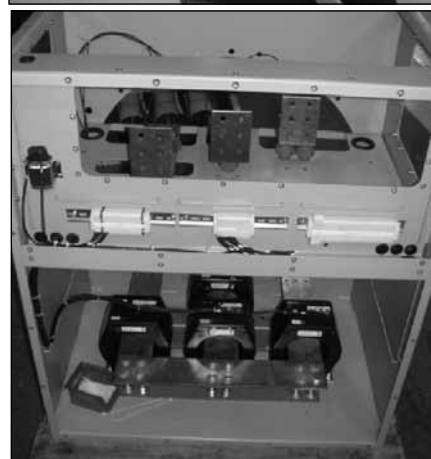

Figure 6-14
10. Remove conduit box. (Figure 6-14)